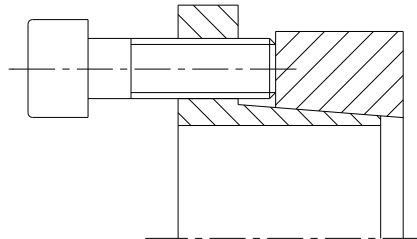

Bild 4: Fixieren des Spannsatzes
- Die Spannschrauben leicht lösen. Zur Erleichterung der Montage mittels 2 Spannschrauben den Innen- und Außenring über die Abdrückgewinde fixieren (siehe Bild 4). Den Spannsatz KTR 225 zwischen Welle und Nabe einsetzen.